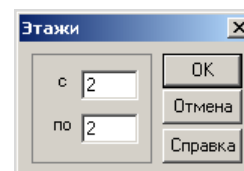

Рис.1.18.4. Окно диалогового типа **Этажи**
- В открывшемся окне диалогового типа **Этажи** (рис.1.18.4) задайте следующие параметры: